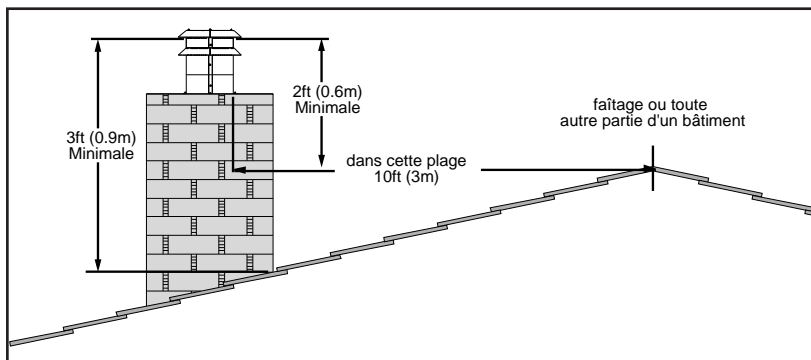

Figure 20: autorisations de toit
| 3 ft (0.9 m)       | Dégagement au-dessus du plus haut point où elle traverse une surface de toit, reportez-vous à la Figure 20.  |
| 24 in (0.6 m)      | Dégagement au-dessus d'une crête du toit, toute autre partie d'un bâtiment, ou tout autre obstacle à une distance horizontale de 10 pieds (3 m), reportez-vous à la Figure 20.               |
8. Appliquez un cordon de mastic à base de ciment sur le tuyau de Ø3 "(76mm) de la sortie de ventilation. Faites glisser la gaine flexible sur la bouche de ventilation et fixez-la avec trois (3) vis à tôle espacées de manière uniforme.
9. Placez un cordon de silicone à haute température sur le collier d'admission de la bouche de ventilation. Faites glisser la gaine de prise flexible Ø3 "(76mm) sur le collier, fixez la gaine flexible avec trois (3) vis à tôle espacées régulièrement. Fixez la bouche d'évent à la cheminée en utilisant un produit d'étanchéité approprié et conformément aux codes de construction locaux.
10. Si l'ouverture du foyer est inférieure à 610 mm (24 "), retirez la plaque du collier de ventilation du haut de l'insert en dévissant la vis de Torx T-20 située sur la partie supérieure centrale du poêle au-dessus de l'ouverture de la porte (voir Figure 20). Faites glisser la plaque de collier vers l'arrière. Fixez correctement la plaque du collier de ventilation au revêtement (s) de conduit de ventilation flexible (s) précédemment installé (s) dans la cheminée. Veillez à ne pas trop étirer la doublure.
11. Appliquez un cordon de mastic à base de ciment sur la partie supérieure de la plaque de collet d'évacuation Ø3 "(76mm). Faites glisser le conduit de Ø3 "(76mm) sur la buse et fixez-le avec trois (3) vis à tôle espacées régulièrement.
12. Placez un cordon de silicone haute température sur le collier d'admission du foyer, faites glisser la doublure d'admission flexible Ø3 "(76mm) sur le collier, fixez la gaine flexible avec trois (3) vis à tôle espacées régulièrement.